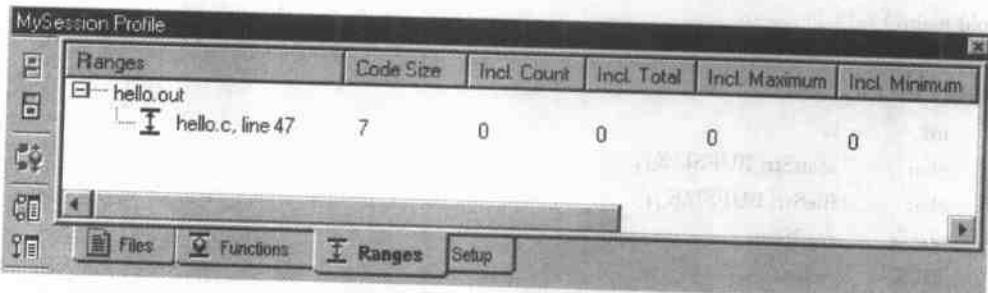

图 7.10 MySession 剖析窗口
- (1) 在 File 菜单中选择 Load Program 命令，载入编译好的 hello.out 文件。由于调用的 puts 函数向标准控制台输出，Stdout 窗口便显示在 CCS2 窗口中。
- (2) 在 Profiler 菜单中选择 Start New Session 命令，同时选择 disable use of RTDX 栏。
- (3) 在如图 7.10 所示的 MySession 剖析窗口中选择 Ranges 选项，在工程视图中双击 hello.c 文件，选择调用 puts 函数的代码行。
- (4) 将选择的代码行拖动到 MySession 剖析窗口中，如图 7.10 所示。MySession 剖析窗口中具体的代码行号也许不同，视代码行在程序中的具体位置而定。